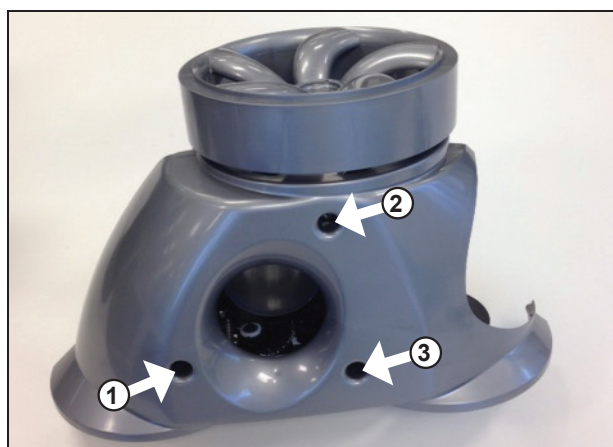

Figure 23. Remettre les trois (3) vis du boîtier inférieur
9. Fixer le nouveau boîtier inférieur (gris) en remettant les trois (3) vis renfoncées (Figure 23).